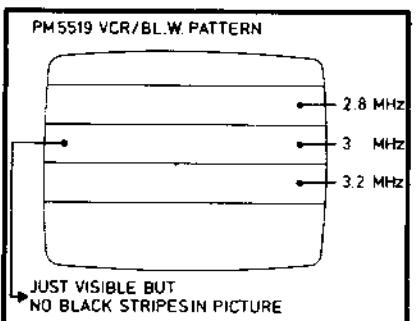

Fig. 3
- Position 5011 dahin einstellen, dass die Auflösungszeilen im 3-MHz-Feld gerade sichtbar sind (siehe Bild 3).